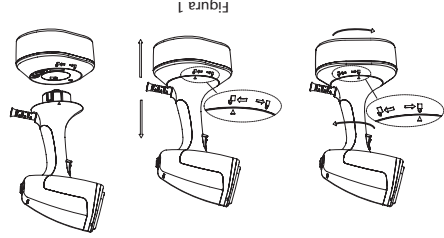

Figura 1
2. Sujete el tanque de agua con una mano mientras gira el mango del vaporizador hacia la izquierda con la otra mano, hasta que la flecha en el mango se alinee con el símbolo de candado abierto () en el tanque de agua (Figura 1). Alinee el mango fuera del tanque de agua. Coloque el vaporizador hacia un lado.